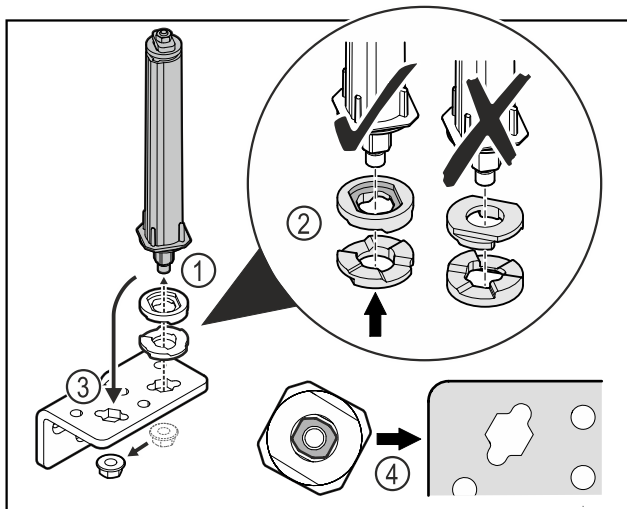

Fig. 40
- ▶ Odvijte matice in odstranite sistem za zaklepanje vrat Fig. 40 (1).
- ▶ Pazite na pravilno razporeditev podložk za nastavljanje višine Fig. 40 (2).
- ▶ Sistem za zaklepanje vrat prestavite v kotniku tečaja in ga fiksirajte z matico Fig. 40 (3).
- ▶ Pri vstavljanju pazite na pravilno naravnost sistema za zaklepanje vrat Fig. 40 (4).